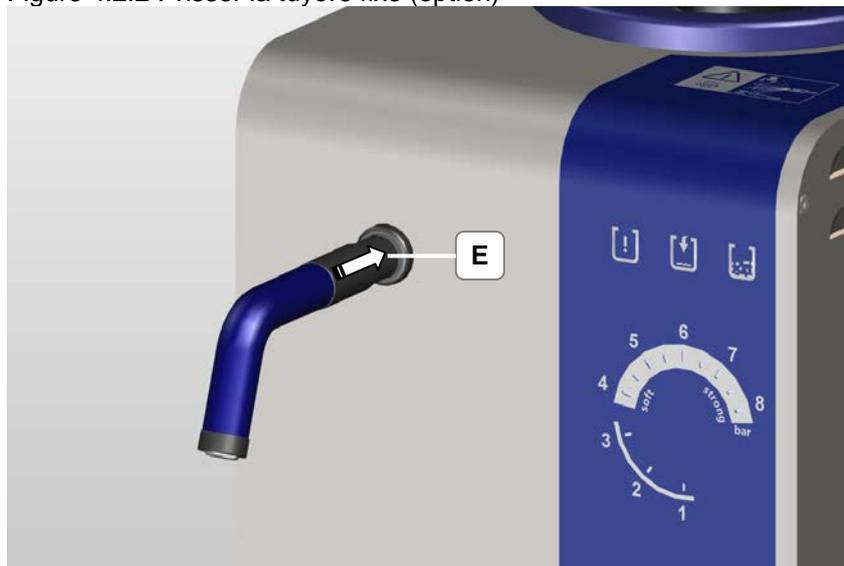

Figure 4.2.3 : glisser le manchon protecteur noir sur l'écrou
5. Poussez la douille de protection noire en direction de la flèche sur l'écrou (figure 4.2.3).